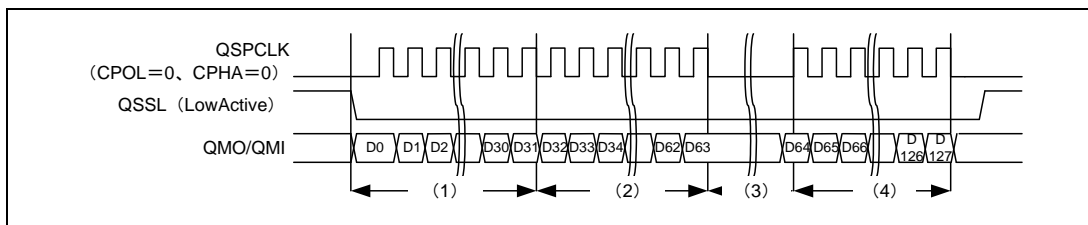

図 17.12 転送データ長を 128 ビットに設定したバースト転送の例 (Single-SPI モード)
一つはコマンドレジスタ 0~3 (SPCMD0~3) の転送データ長設定ビット (SPB[3:0]) と転送データ長倍数設定レジスタ 0~3 (SPBMUL0~3) を用いる方法です。SPB[3:0]ビットを 8、16、32 ビットに設定し、SPBMUL0~3 を 1~4,294,967,296 に設定することにより、SPB[3:0]ビットで設定した長さの転送を 1 転送として SPBMUL0~3 に設定した回数だけ連続的に繰り返す転送を実行します。ただし、転送中に送信バッファ (SPTXB) に送信データが無くなった場合、または受信バッファ (SPRXB) に SPB[3:0]ビットに設定したデータ長の空きが無くなった場合はクロックを停止して、転送の再開を待ちます。SPB[3:0]ビットを 32 ビット設定、SPBMUL を 4 に設定し、トータルの転送データ長を 128 ビットとした場合のバースト転送の例を図 17.12 に示します。図中 (1) ~ (4) の内容を以下に説明します。